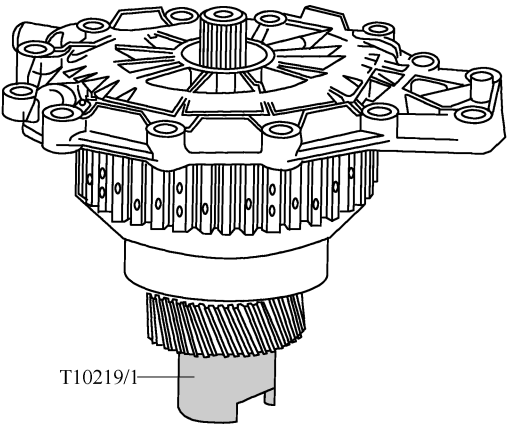

图 2-2-34 将输入轴盖板安装在输入轴上
(2) 将输入轴盖板安装在输入轴上，用手尽可能往上压，如图 2-2-34 所示。